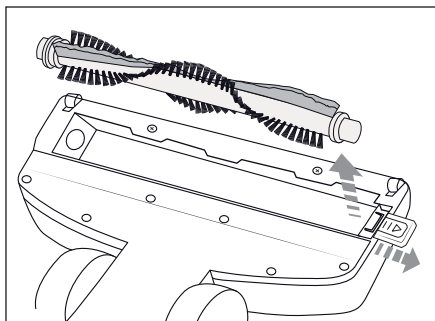

Fig. 7
- 2) Far scorrere il dispositivo di blocco verso l'esterno ed estrarre il rullo a spazzola 15 dalla bocchetta per pavimenti (Fig. 7).